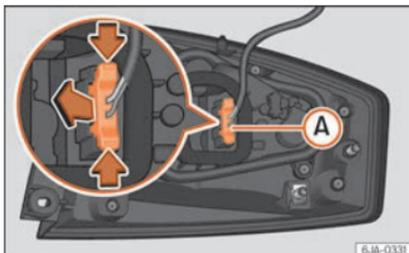

Fig. 99 Conector del piloto en la parte posterior de la unidad de luz trasera.
- Desconecte el conector **(A)** »» **fig. 99** del piloto accionando las palancas laterales del mismo (flechas) y tirando del conector hacia el exterior.